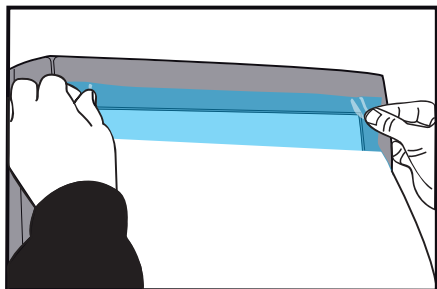

Figure 11
- › Retirer environ 10 cm de liner et coller le film sur le contour de l'écran. (FIG. 11)